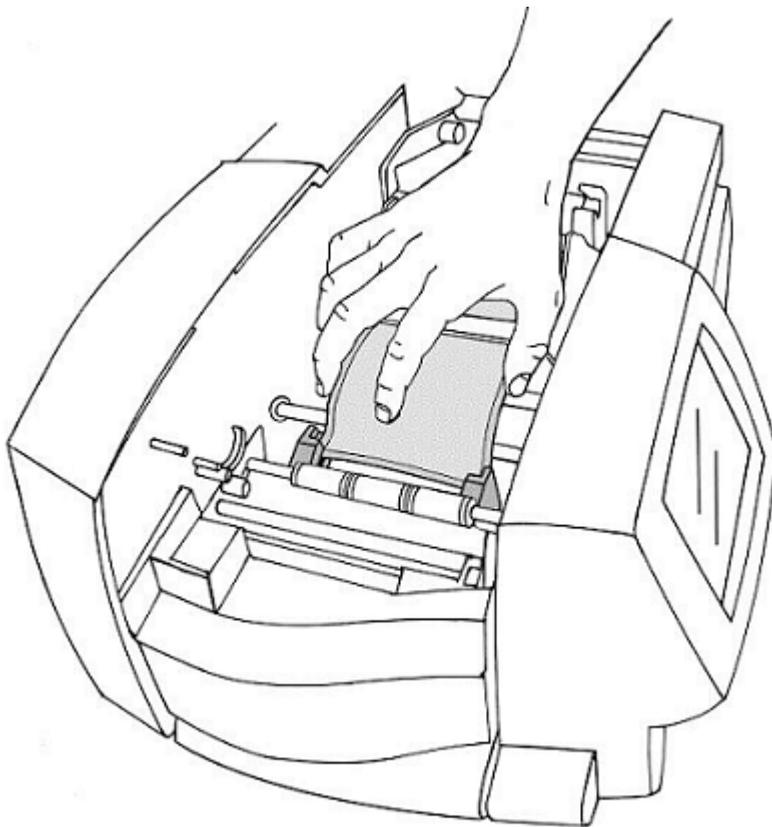

Figure 2-7. Avance du support
**Etape 5 :** A la main, faites avancer le support par-dessus le premier rouleau, comme illustré à la Figure 2-7 :
**Etape 6 :** Positionnez l'extrémité du support entre les guides prévus à cet effet, comme illustré ci-dessus à la Figure 2-7.